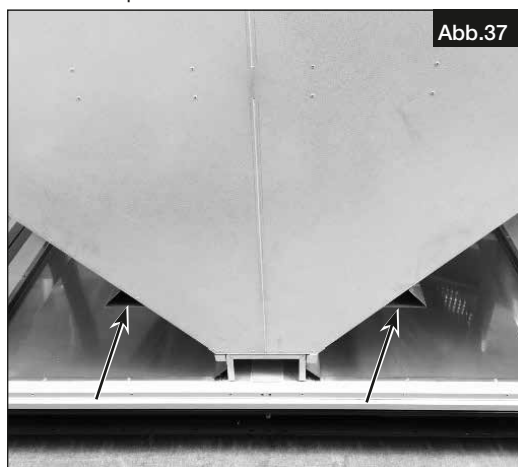

Abb.37
6. Den Kreuzgegenstrom-Wärmetauscher sorgfältig aus dem Gerät ziehen und sicher absetzen (s. Abb.36/Abb.37).